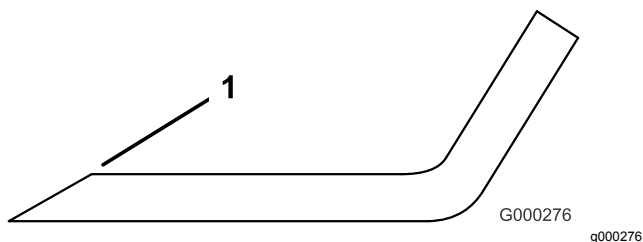

Рисунок 104
3. Проверьте режущие кромки всех ножей и заточите их, если они затупились или имеют зазубрины (Рисунок 104).
Примечание: Чтобы ножи всегда оставались острыми, затачивайте только верхнюю сторону режущей кромки и сохраняйте первоначальный угол заточки (Рисунок 104). Балансировка ножа не нарушается, если с обеих режущих кромок удаляется одинаковое количество материала.